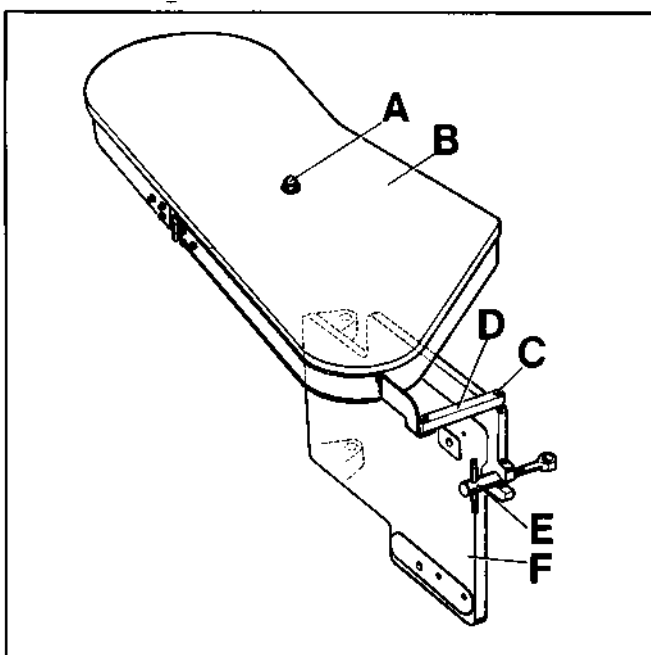

Fig. 3
Loosen cap nut (A, Fig. 3) and remove the belt guard cover (B).
Lösen Sie die Hutmutter (A, Fig. 3) und entfernen Sie den Riemenschutzdeckel (B).
Now push back the hinged mounting plate (F, Fig. 3) with the attached sewing machine and lock it with tommy nut (E). Refasten connecting rod (D) with screw (C) on mounting plate (F). Remount belt guard cover (B) and secure it with cap nut (A).
Drücken Sie nun die schwenkbare Aufnahmeplatte (F, Fig. 3) mit der Nähmaschine nach hinten und ziehen Sie diese mit der Knebelmutter (E) fest. Befestigen Sie die Verbindungsstange (D) mit der Schraube (C) wieder an der Aufnahmeplatte (F). Setzen Sie den Riemenschutzdeckel (B) ein und befestigen Sie ihn mit der Hutmutter (A).
1. Loosen cap nut (A, Fig. 3) and remove the belt guard cover (B) .
2. Loosen tommy nut (E, Fig. 3) and swing the sewing machine to the front.
4. Swing back the sewing machine and relock tommy nut (E, Fig. 3).
7. Switch-off the motor. Loosen tommy nut (E, Fig. 3), swing the sewing machine to the front, place the V-belt around sewing machine pulley and motor pulley.